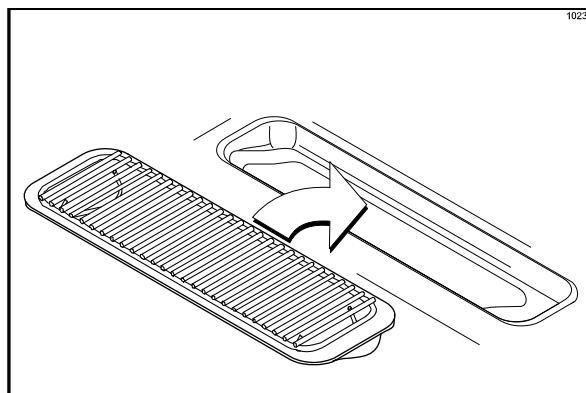

Figura 142
14. Instale pingadeira da frente e o protetor contra respingos embaixo das saídas de sorvete da porta. (Veja a Figura 142.)